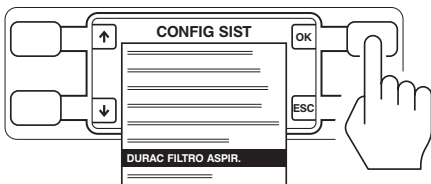

Figura 5 – Selección de la opción de filtro de aspiración
4. Desde la pantalla CONFIGURACIÓN DEL SISTEMA (CONFIG SIST), pulse los botones junto a los iconos de flecha para resaltar DURACIÓN DEL FILTRO DE ASPIRACIÓN (DURAC FILTRO ASPIR.). Pulse el botón junto a OK para realizar la selección (figura 5).